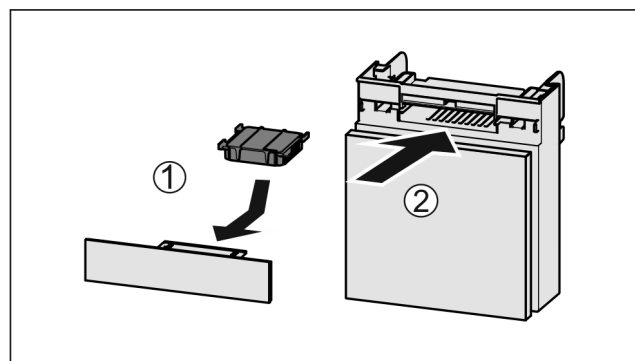

Fig. 52
- Вставити фільтр з активованого вугілля за малюнком Fig. 52 (1).
- Вставити відділення Fig. 52 (2).